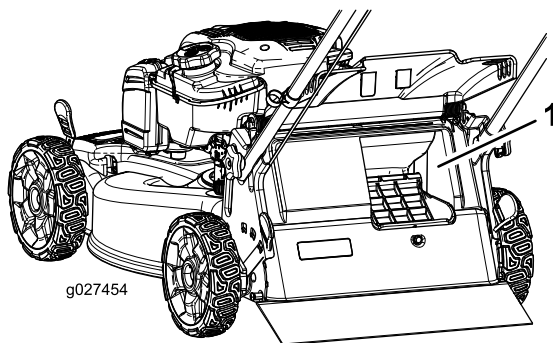

Figura 17
**Importante:** Per un corretto funzionamento del sistema, eliminate tutto lo sfalcio e i detriti dallo sportello del sistema Bag-on-demand e dalla relativa apertura (Figura 17) prima di spostare la leva Bag-on-demand da una posizione all'altra.